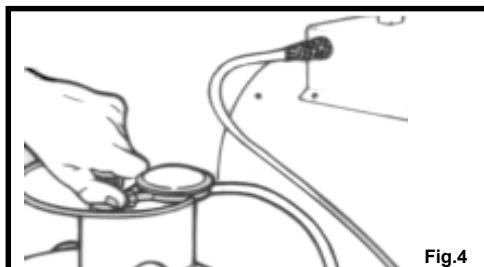

Fig.4
4. Dopo l'accensione della fiamma, tenere premuto il pulsante-gas per 15-20 secondi per attivare dispositivi termici di sicurezza (vedi fig. 4).